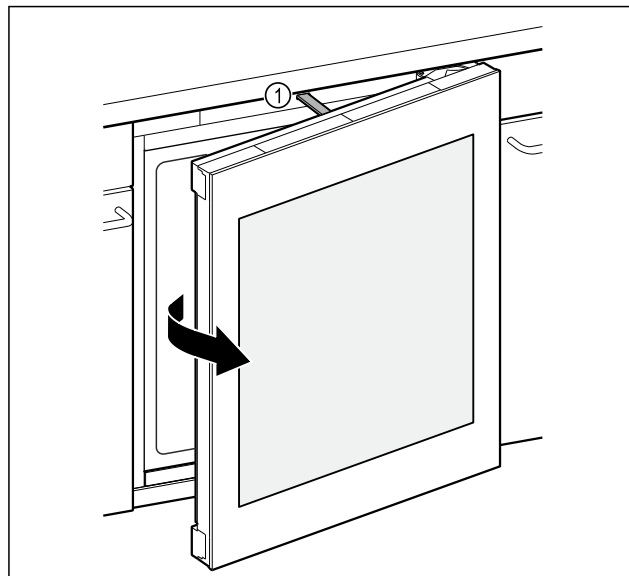

Fig. 88
- Posuvné táhlo Fig. 88 (1) otevře dveře přibližně na 7 cm.